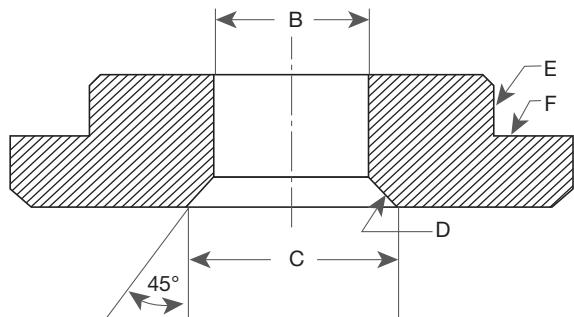

Figure 42 : Rondelle de ressort inférieure
1. Retirer le tuyau d'échappement (40) à partir de la base (1) en sélectionnant un trépan d'alésage d'environ 0,016" (0,40 mm) de diamètre plus petit que le diamètre extérieur du tube éjecteur. Forer dans l'alésage du tube éjecteur à l'endroit où le tube est fixé à la base. Cela permettra de réduire l'épaisseur de la paroi du tube pour qu'elle puisse être facilement repliée et retirée. La bride de soufflet couvrira le trou dans la surface de guidage qui reste une fois le tube retiré.
2. Usiner la rondelle inférieure de ressort (17) existante (voir Figure 42 et tableau 21).